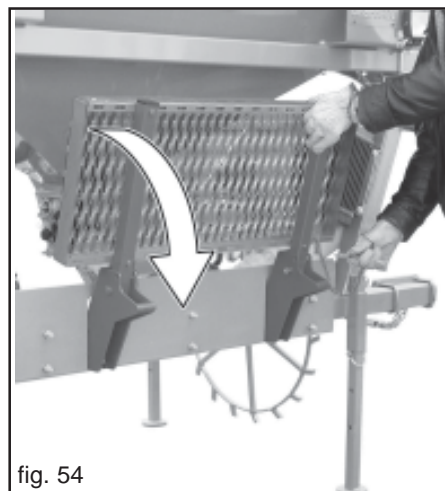

fig. 54
- 1) Klappen Sie den Beladesteg durch Entfernen des Haltebolzens herunter. Bei heruntergeklapptem Beladesteg ist der Luftkruemmer leicht erreichbar (Abb. 54).